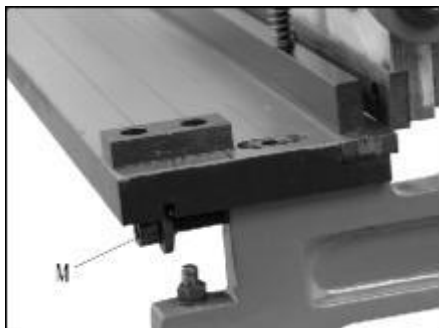

Figure 8
8. Tournez les vis de réglage (M, Figure 8) pour déplacer la table et modifier l'écart entre lames. **Ne laissez pas les lames trop chevauchement.**